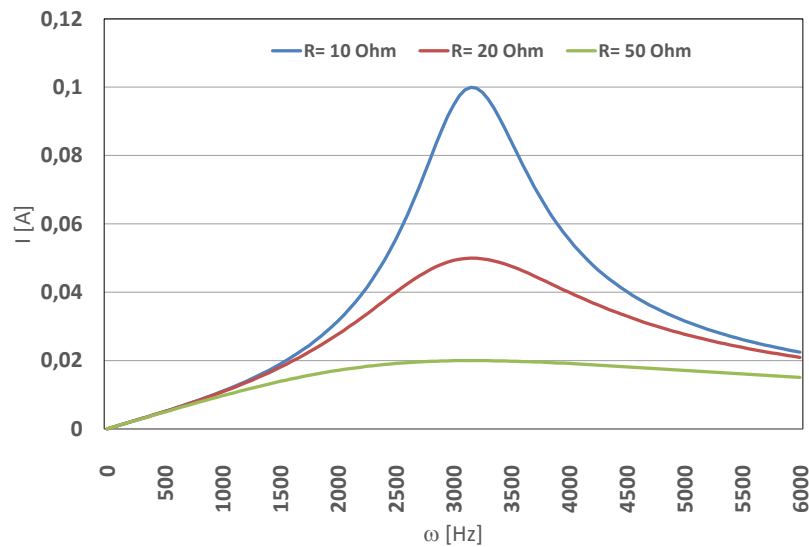

Abbildung 5: Beispiel für Resonanzkurven: $I_0(\omega)$ mit $U = 1 \text{ V}$, $L = 10 \text{ mH}$ und $C = 10 \mu\text{F}$ für drei Werte von R
ω_0 ist die Eigenkreisfrequenz des Schwingkreises. I_0 ist in Abbildung 5 für verschiedene Werte von R als Funktion von ω dargestellt. Man beachte die asymmetrische Form und die Analogie zur Amplitude einer erzwungenen Schwingung bei verschiedenen Dämpfungen.
- **Resonanzkurve:** Das Verhältnis I/U_1 wird als Funktion der Anregungsfrequenz gemessen. Zweckmäßigerweise beginnt man in der Nähe von f_0 (Messbereich und möglichen Anstieg des Stroms beachten!). Nehmen Sie in der Umgebung von f_0 hinreichend viele Messpunkte ($I/U_1, f$) auf (Empfehlung: 13 Punkte), so dass sie den in Abbildung 5 gezeigten Verlauf reproduzieren können.